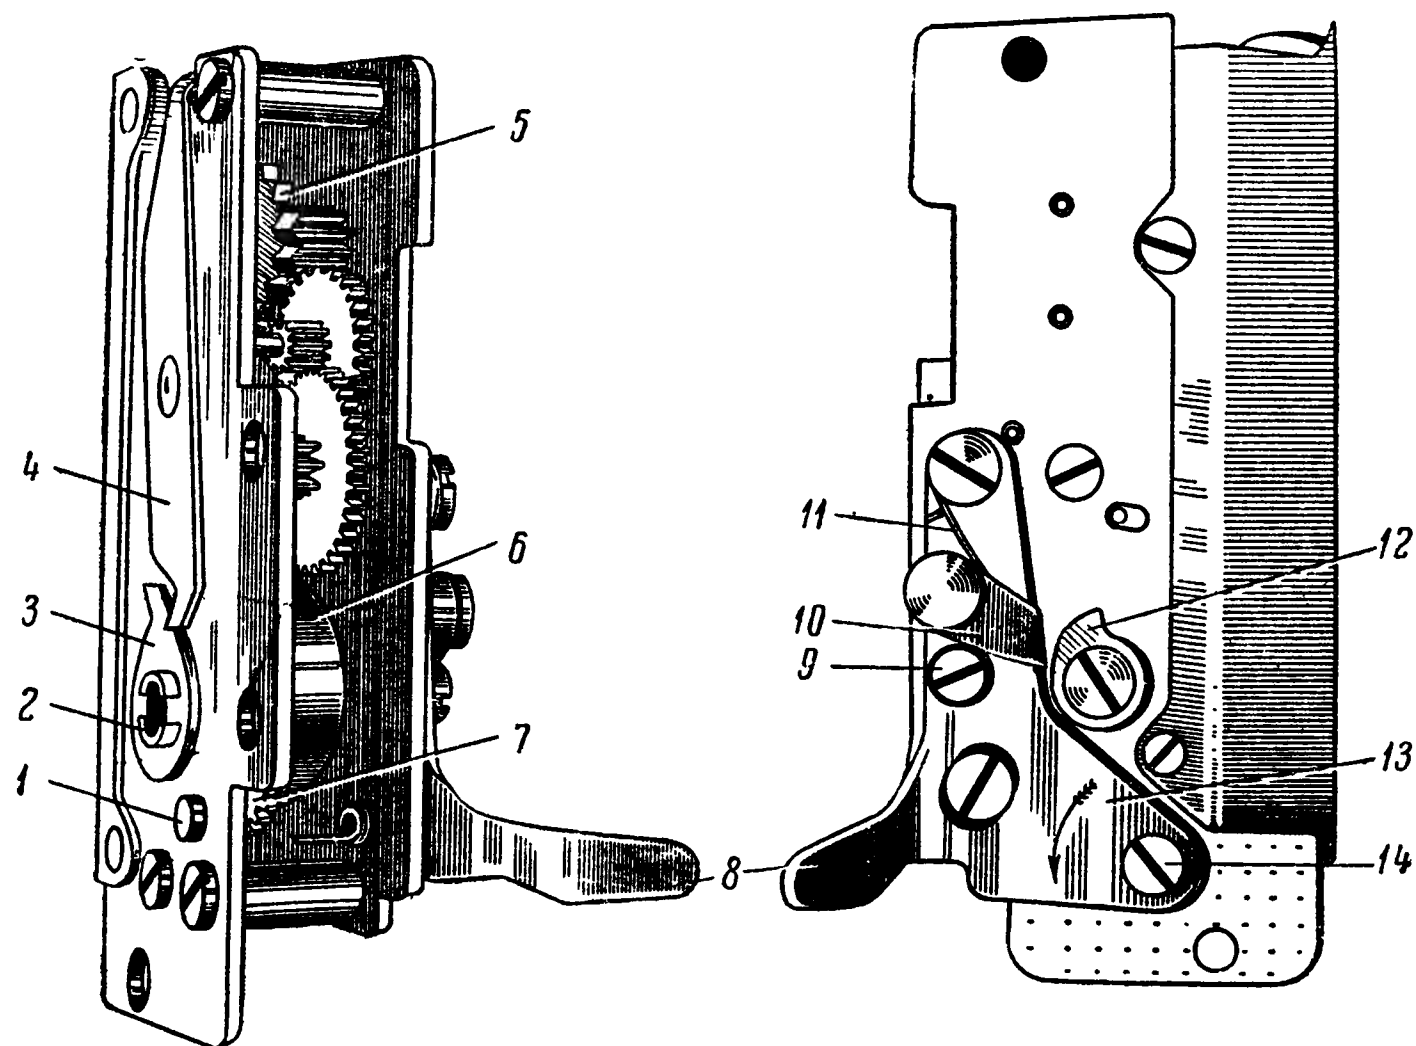

Рис. 26. Автоспуск:
Автоспуск (рис. 26) имеет заводную спиральную пружину 6, которая закреплена на заводной оси 2. На этой же оси жестко закреплена заводная шестерня 7. При сборке автоспуска заводной пружине сообщается предварительный завод, благодаря которому усилие пружины 6 в начале и в конце работы авто-
верхний конец выключателя 4 от анкерной вилки, и заведенный автоспуск начинает раскручиваться. Автоспуск установлен на корпусе затвора. В отверстии нижней стенки корпуса затвора имеется стержень, который одним концом упирается в спусковую пружину, а другим — в рычаг 8 автоспуска. Когда автоспуск работает, то его заводная ось вращается вместе с установленным на ней эксцентриком 12. Поворачиваясь против часовой стрелки, эксцентрик 12 отводит в сторону упор 10, вокруг оси-винта 14 поворачивается весь угольник 13, а его рычаг 8 в это время нажимает стержень и оттягивает спусковую пружину. Так как спусковая пружина установлена в выточке спусковой оси, то в момент, когда спусковая пружина оттянется на необходимый угол, затвор сработает. После срабатывания затвора автоспуск еще около 1 сек будет вращаться; за это время эксцентрик 12 пройдет мимо упора 10 и угольник 13 с рычагом 8 займет исходное положение, а фигурная шайба 3 сдвинет выключатель 4 и остановит автоспуск. Во время завода автоспуска утолщенная часть эксцентрика 12 проходит (снизу вверх) мимо упора 10 и поднимает его вверх. Когда автоспуск окажется заведенным до упора, пружина 11 установит упор 10 в рабочее положение, как это видно на рис. 26.
Автоспуск срабатывает, а затвор не спускается. Чаще всего эта неисправность вызвана тем, что автоспуск недостаточно оттягивает вниз спусковую пружину. Чтобы увеличить ход рычага 8 (см. рис. 26) автоспуска, нужно в соответствующую сторону повернуть регулировочный винт 9. Так как заранее нельзя сказать, в какую сторону его нужно вращать, то рекомендуется сначала повернуть его в любую сторону на $\frac{1}{4}$ оборота и проверить, изменился ли от этого ход рычага 8. Если ход рычага 8 стал меньше, то винт 9 поворачивают примерно на $\frac{1}{2}$ оборота в обратную сторону. Бывают случаи, когда зазор между рычагом 8 и стержнем, передающим усилие на спусковую пружину, настолько велик, что пределов регулировки винта 9 оказывается недостаточно, чтобы обеспечить спуск затвора. В таких случаях отвинчивают три винта, которыми автоспуск крепится к корпусу затвора, и снимают автоспуск. Когда автоспуск снят, плоскогубцами отгибают рычаг 8 вниз, а винт 9 устанавливают в положение, когда он обеспечивает минимальный ход рычага 8. Это делается для того, чтобы после установки автоспуска иметь возможность регулировать момент срабатывания затвора. Иногда затвор не срабатывает
1. *Соскочила пружина 11 (см. рис. 26) с выточки в упоре 10.* Перед тем как пружину установить на место, исправляют ее форму, чтобы предотвратить повторное соскакивание.
Другой распространенной причиной вялой работы автоспуска является потеря предварительного завода пружины. Бывают случаи, когда конец фигурной шайбы 3 (см. рис. 26) проскакивает ниже конца выключателя 4 и автоспуск раскручивается еще на несколько оборотов. Чтобы сообщить пружине автоспуска необходимый предварительный завод, снимают фигурную шайбу 3 и отверткой против часовой стрелки заводят